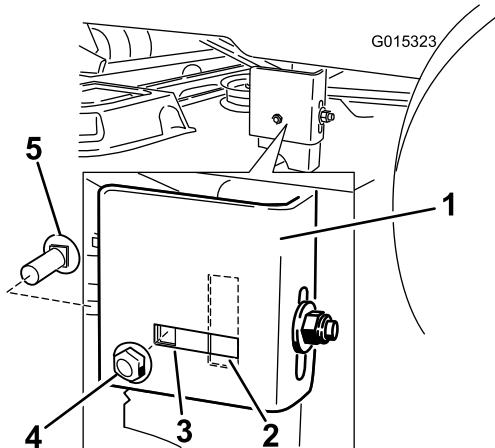

Figura 49
- Vaya al lado izquierdo de la máquina. Compruebe si el perno de cuello cuadrado lateral está en la posición fija o ranurada (Figura 49).
- Si el perno de cuello cuadrado lateral está en la posición fija, retire el perno de cuello cuadrado lateral y la tuerca de bloqueo lateral de la posición fija, e instálelos en la posición de ajuste ranurada (Figura 49).